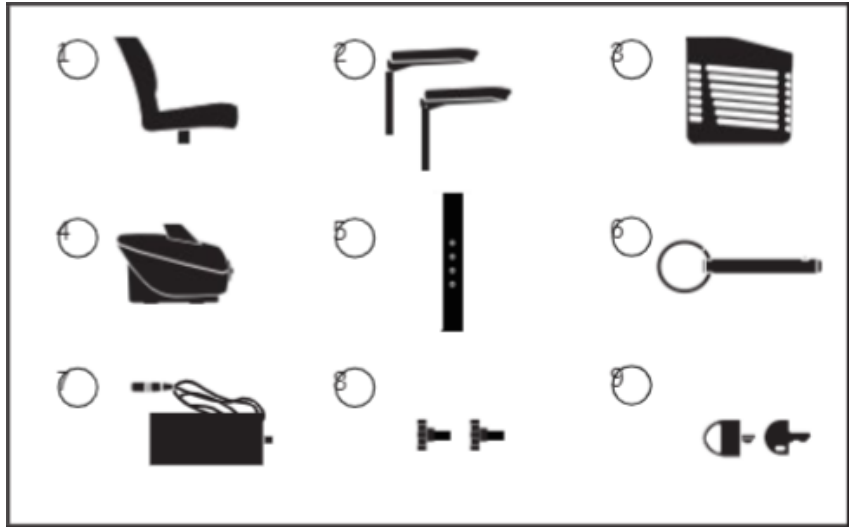

Figura 17
1. Por favor, coloque todas las piezas después de desmontar el scooter en la caja original proporcionada por nosotros para asegurar un transporte seguro **(ver figura 17)**.